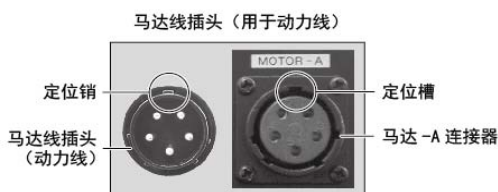
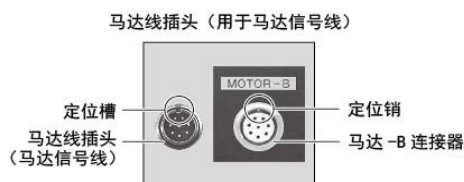
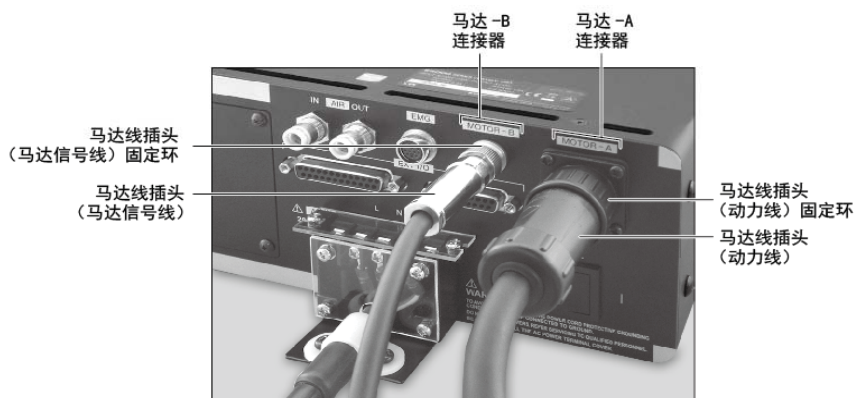

图16
图17
图18
(1) 将马达线（电源线）插头的定位销朝上（12点钟）。
(2) 小心地将马达线（电源线）插头的定位销插入控制器背面的定位槽（马达-A连接器）并直接推入。拧紧马达线插头（电源线）的固定环。（图16，图18）
(3) 将马达线（信号线）插头的定位销朝上（12点钟）。
(4) 小心地将马达线（信号线）插头的定位槽插入控制器背面的定位销（马达-B连接器）并直接推入。拧紧马达线插头（信号线）的固定环。（图17，图18）